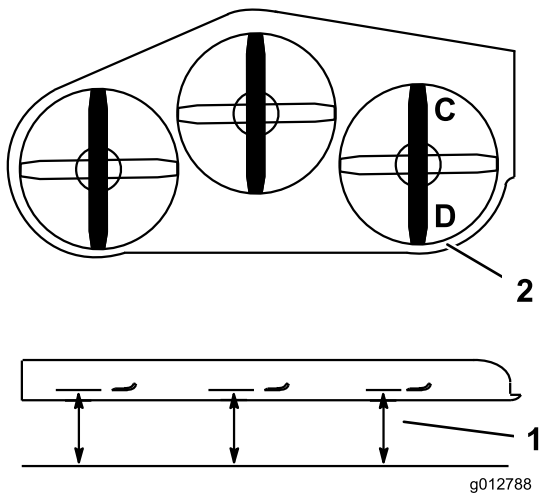

Figura 87
- Coloque la cuchilla derecha en posición longitudinal (Figura 87).
- Mida la cuchilla izquierda en la posición **C** desde una superficie nivelada hasta el filo de corte de la punta de la cuchilla, y anote esta medida (Figura 87).
- Mida la cuchilla izquierda en la posición **D** desde una superficie nivelada hasta el filo de corte de la punta de la cuchilla, y anote esta medida (Figura 87).
- La cuchilla del cortacésped debe estar entre 6 a 10 mm más baja en la posición **C** que en la posición **D** (Figura 87). Si no es correcta la distancia, continúe con los pasos siguientes.